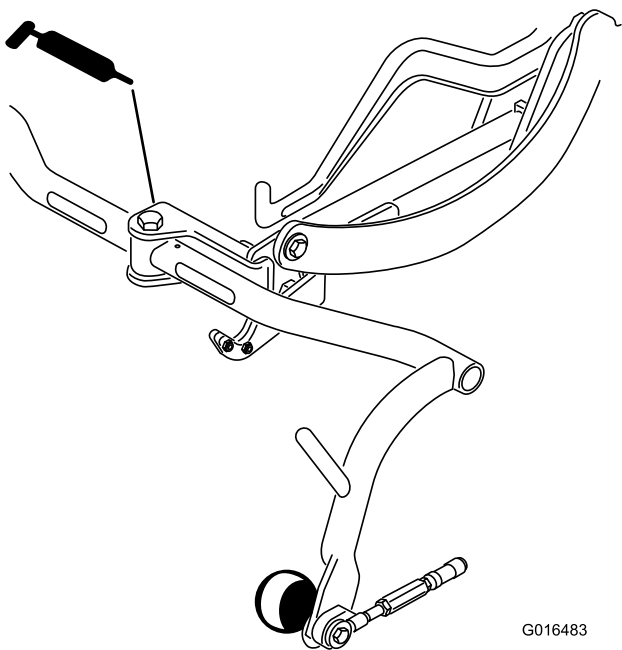

Рисунок 29
- Шарнир несущей рамы (3) (Рисунок 29)